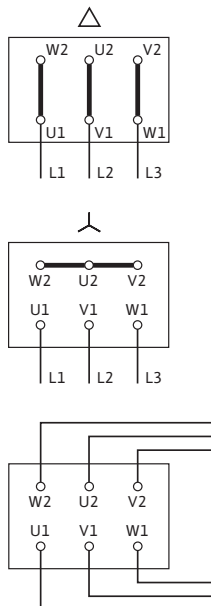

Рис. 11: Подключение к сети
- Схема электроподключения находится в крышке клеммной коробки (см. также рис. 11).
- Электроподключение к клеммной колодке зависит от мощности двигателя P_2 , от сетевого напряжения и от типа пуска. Необходимое переключение соединительных перемычек в клеммной коробке можно определить по следующей таблице и рис. 11.